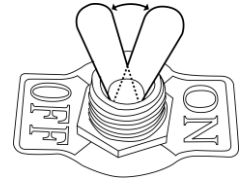

図3
- ④21. レバースイッチをONに入れると本機は起動します(図3参照)。
- ⑤使用後は21. レバースイッチをOFFにしてバッテリーから23. ケーブルクリップを取り外してください。